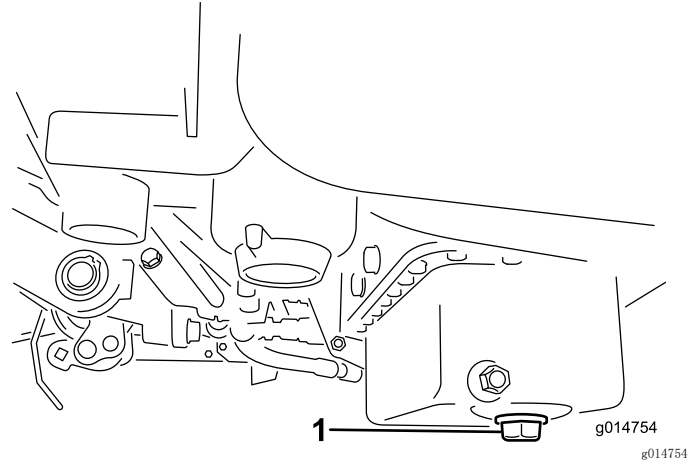

图43
1. 拆下排油塞、让油流入放油盘。油不再流时、安装排油塞（图43）。